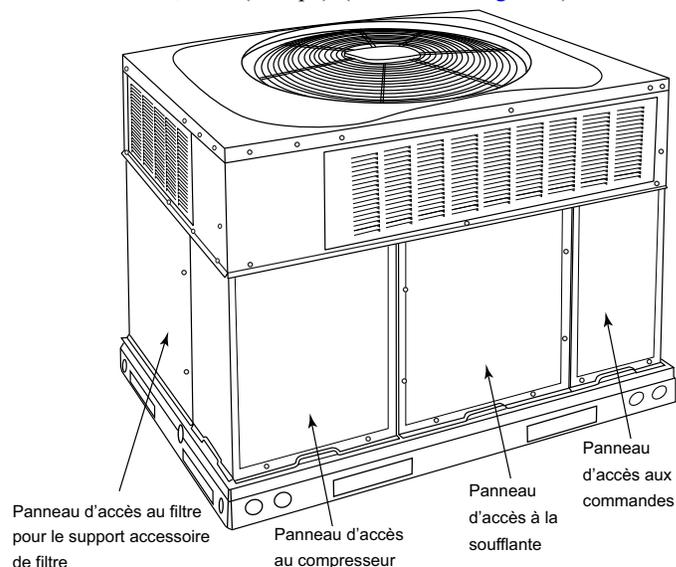
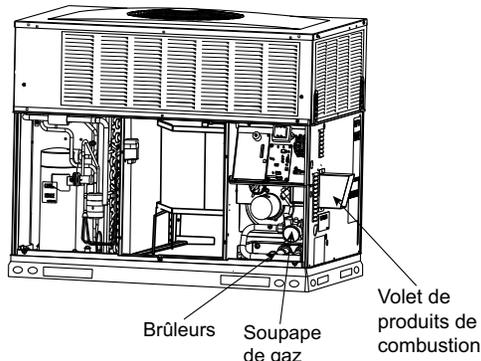
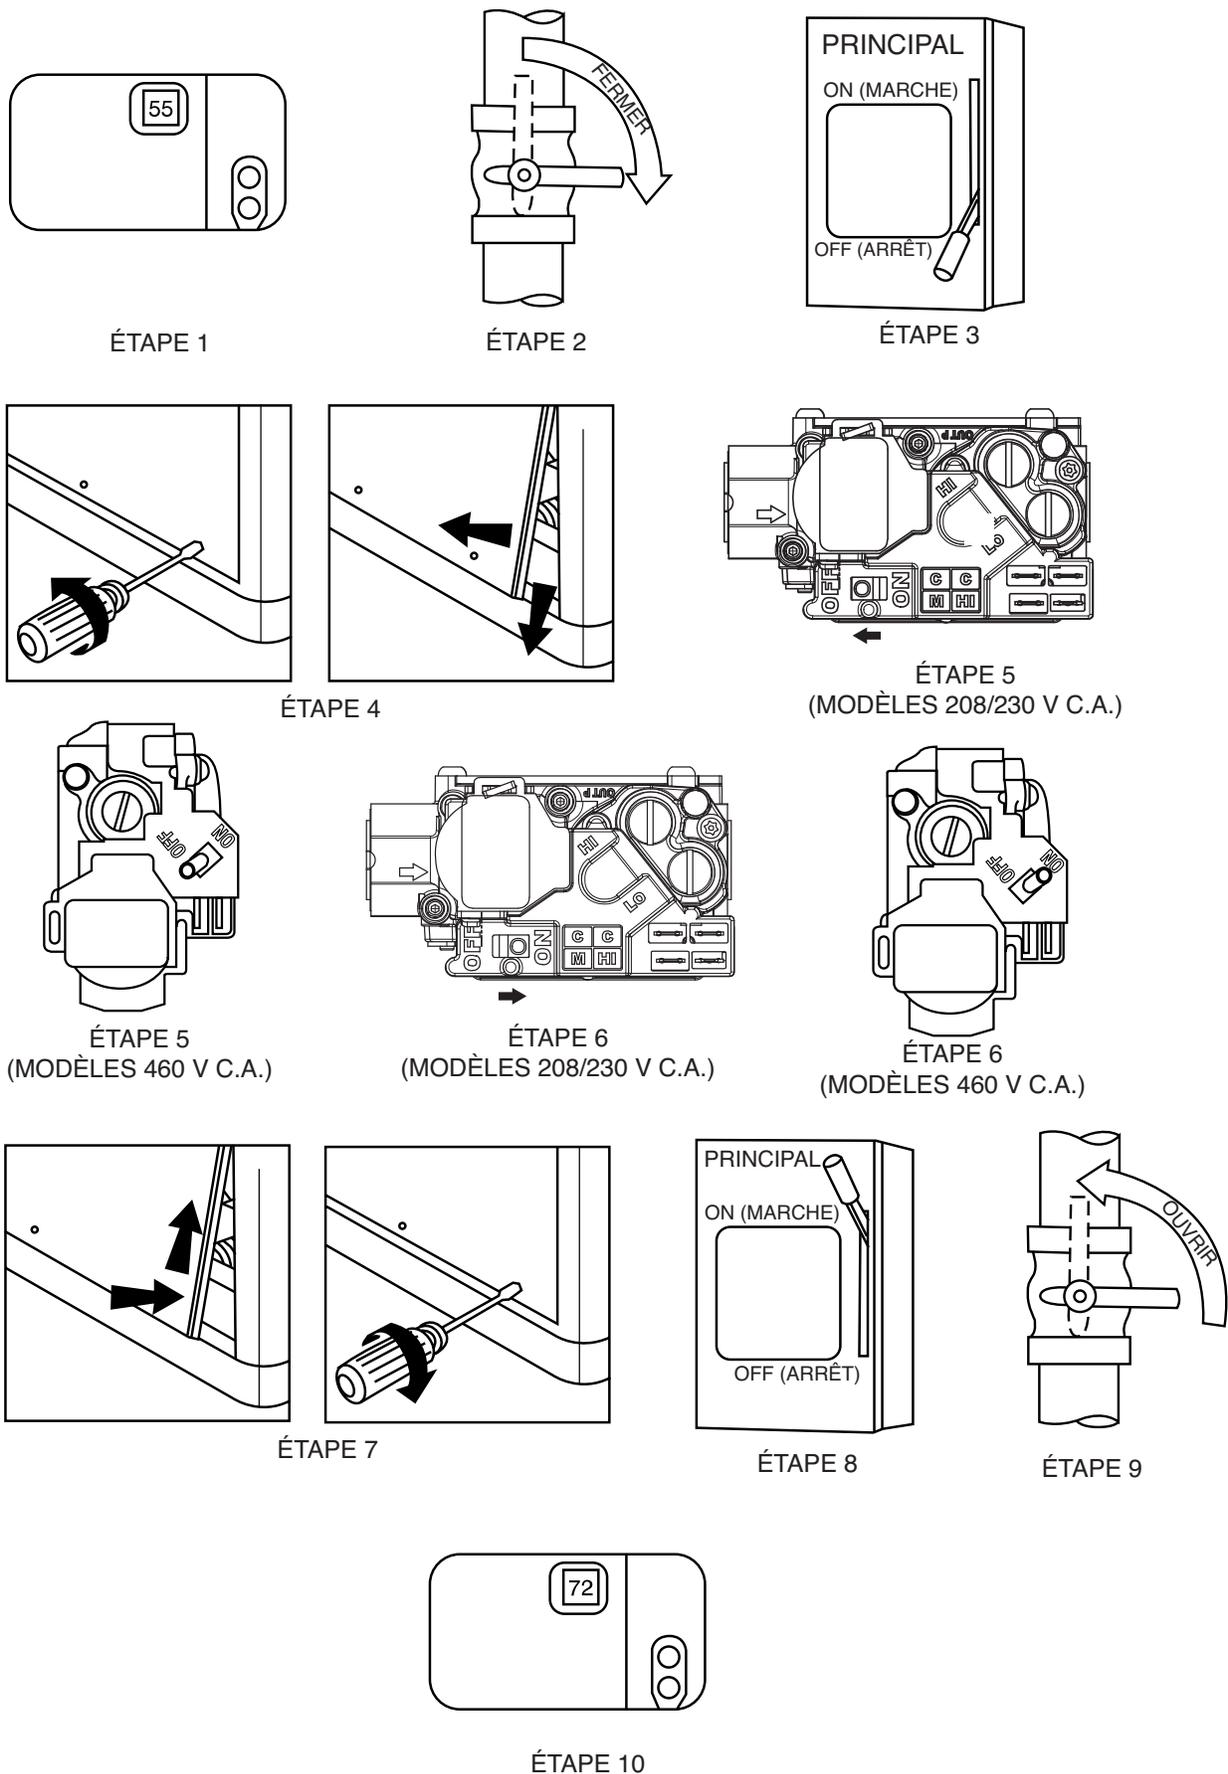

Figure 2 – Panneau d'accès de l'appareil
Figure 3 – Appareil de chauffage au gaz et de climatisation électrique avec panneau d'accès retiré
Figure 4 – Pour démarrer le chauffage au gaz
Consultez la Figure 2 pour connaître l'emplacement du panneau d'accès avant de l'appareil. Consultez la Figure 3 pour connaître l'emplacement du robinet de gaz. Consultez la Figure 4 pour effectuer les étapes suivantes.
4. Retirez le panneau d'accès de commande au moyen d'un tournevis à douille de 7,9 mm (5/16 po). (Consultez la Figure 2.)
4. Retirez le panneau d'accès de commande. (Consultez la Figure 2.)
Pour remplacer ou inspecter les filtres dans un porte-filtre accessoire (consultez la **Figure 2**) :